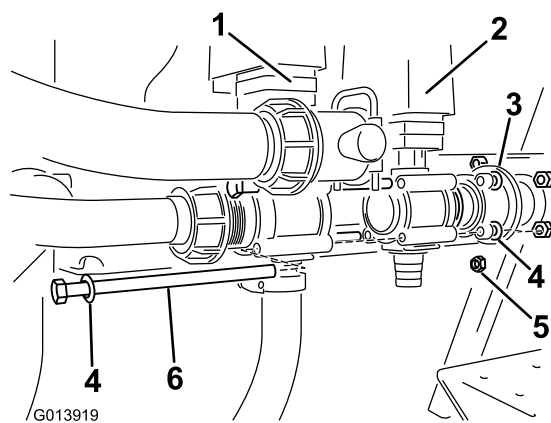

Figura 5
7. Localize a válvula do misturador nas peças soltas e instale a válvula na linha, à direita da válvula de agitação (Figura 5).